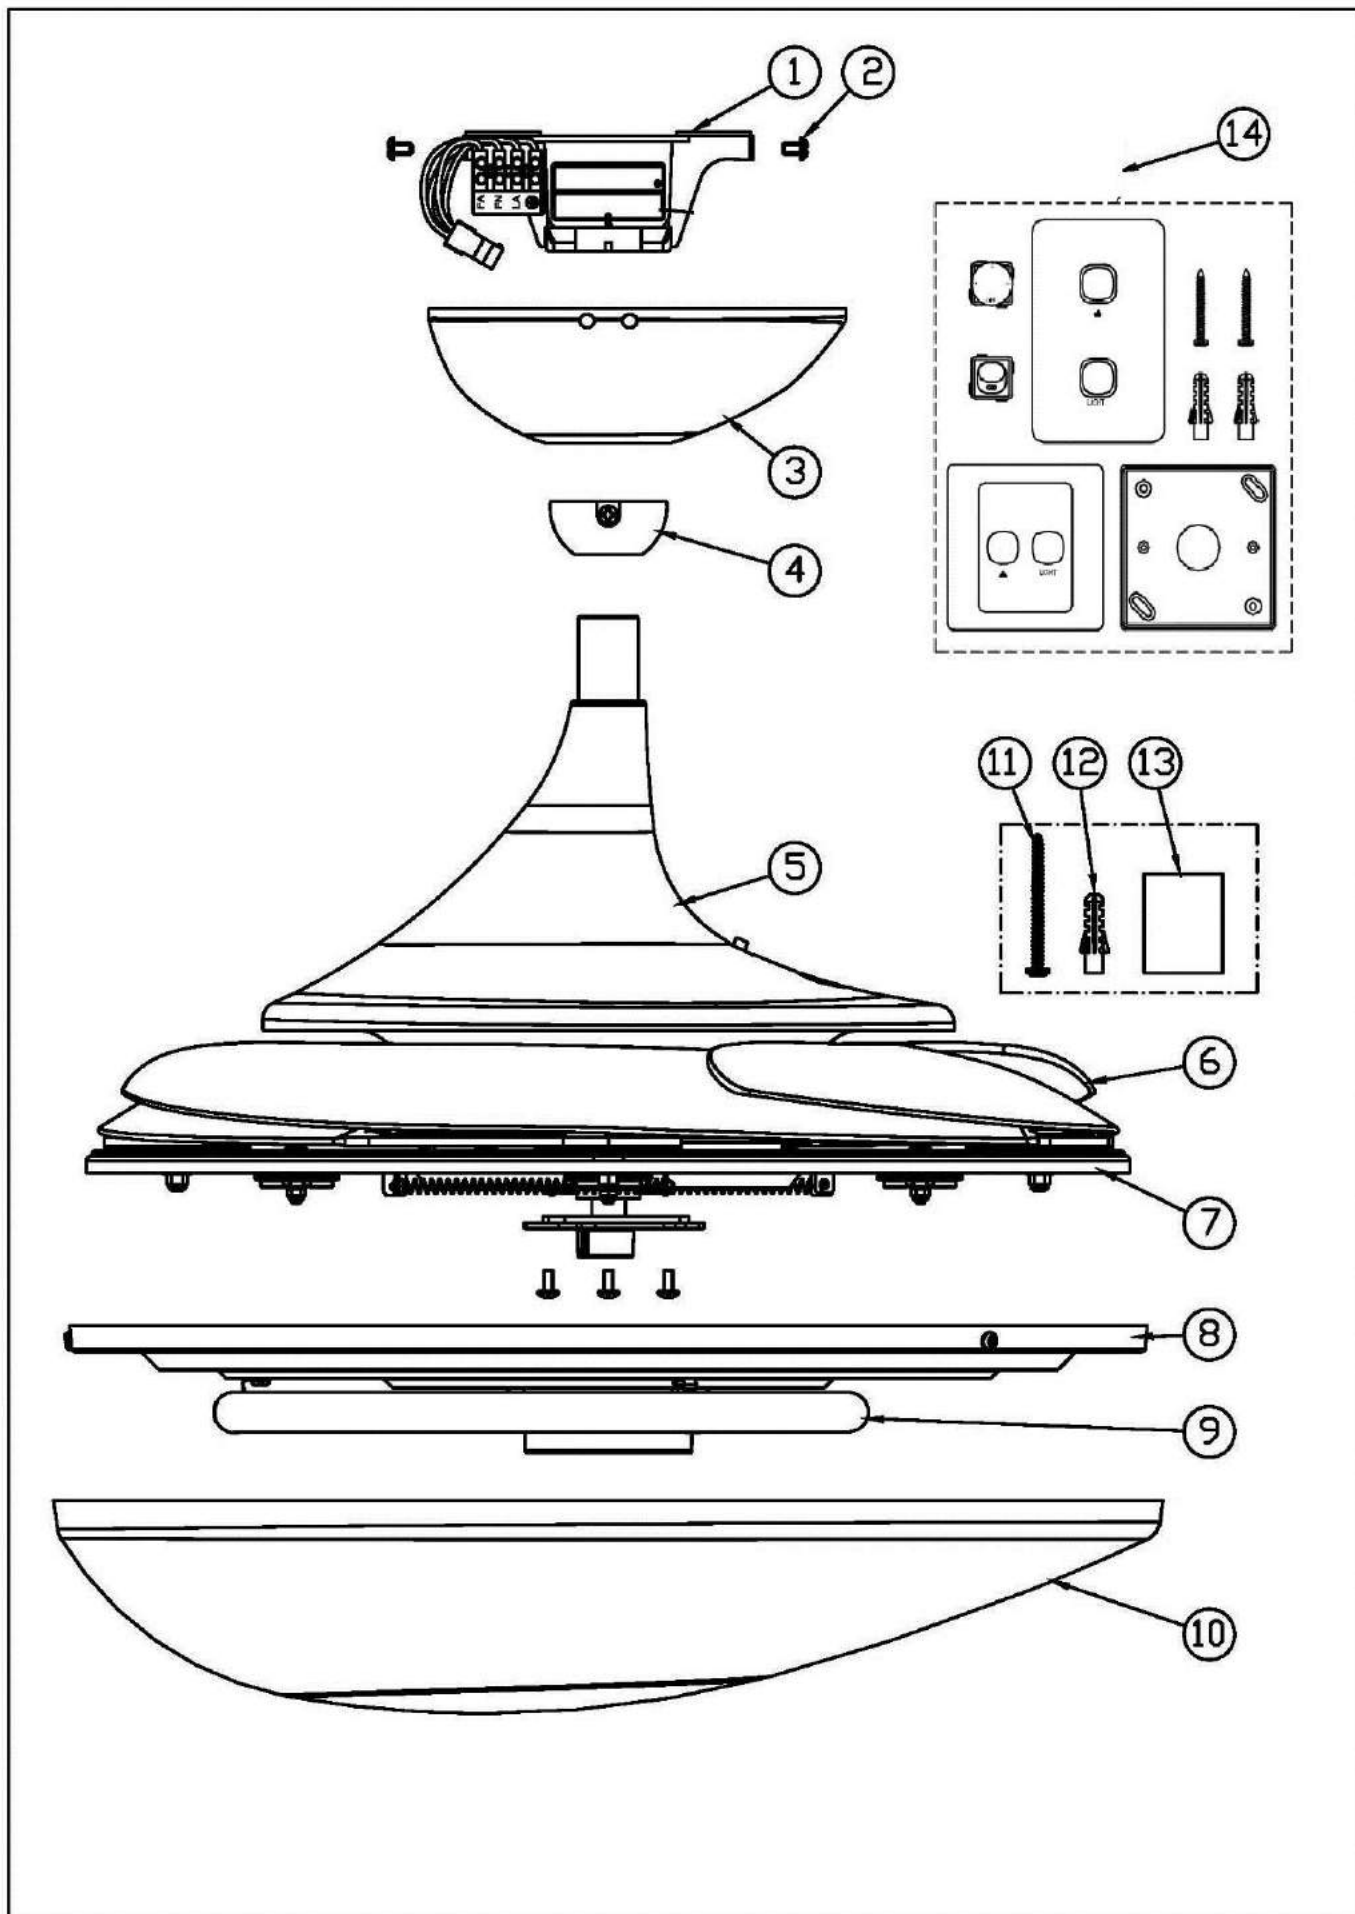

FIGURA 1
Extraiga el ventilador e identifique cuidadosamente las partes. Consulte la FIGURA 1.
- 1) Retire el dosel para cielo raso (No. 3 - Figura 1) aflojando los dos tornillos con ranuras.